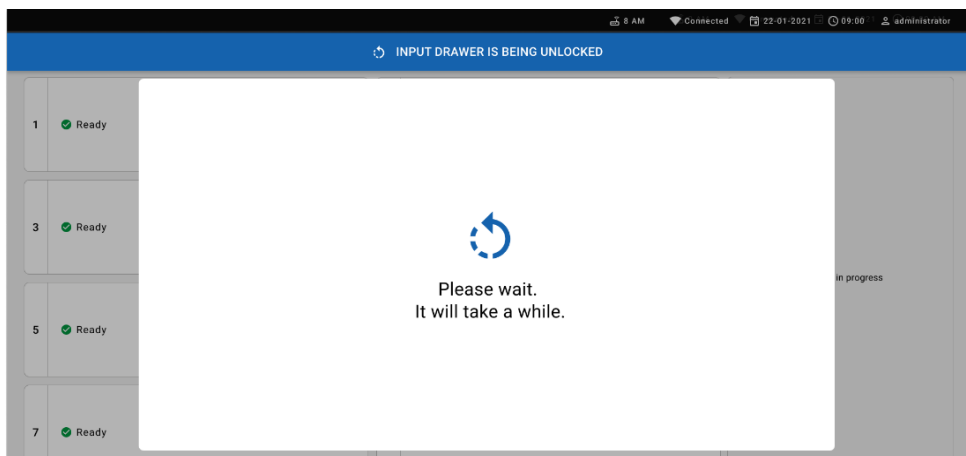

Figura 54. Finestra di dialogo attesa vassoio in entrata.
5. Attendere che il cassetto di inserimento sia sbloccato (Figura 54).